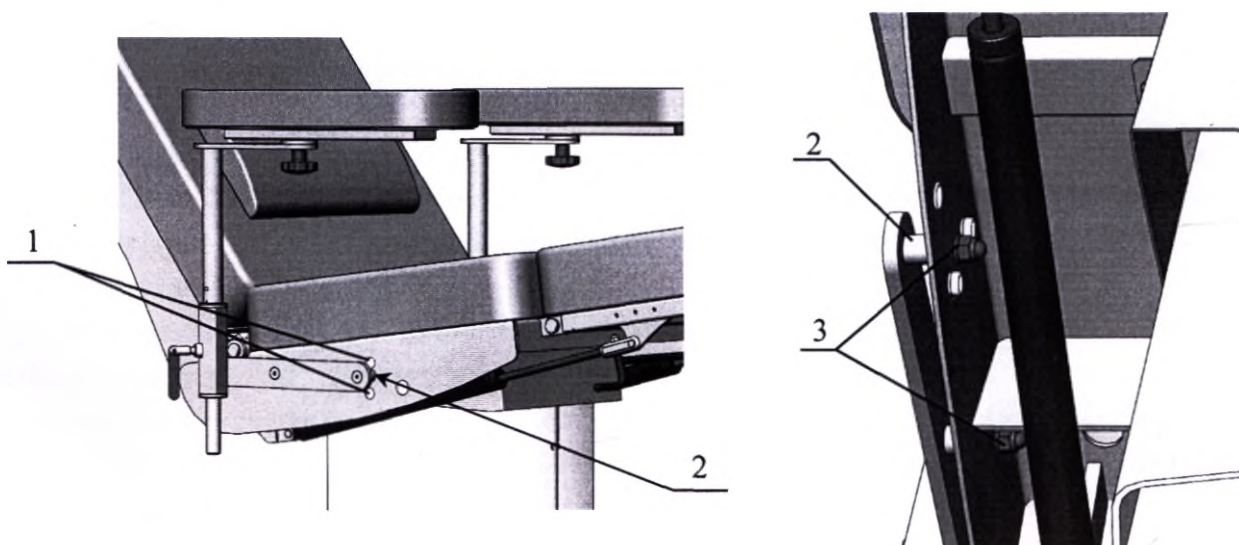

Рисунок 13. Изменение угла наклона подлокотника относительно поверхности сиденья.
10.11.7. После изменения угла наклона сиденья необходимо переустановить подлокотники, чтобы обеспечить расположение верхних плоскостей подушек подлокотников параллельно горизонтали. Для этого достаточно переустановить стойки 2 с обеих сторон сиденья на другие отверстия (Рисунок 13).